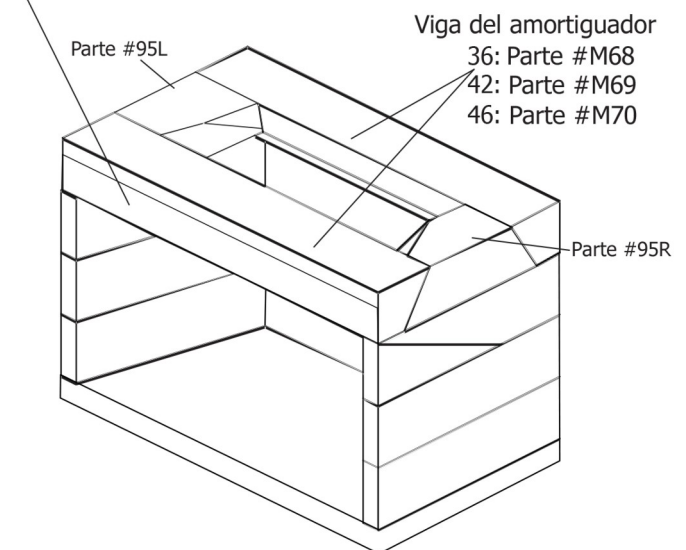

FIGURA 23
Los dos (2) dinteles serán iguales al ancho del modelo de hogar. El dintel, ubicado correctamente, deberá quedar a ras de la pared posterior del hogar; el otro dintel quedará a ras de la parte delantera, abarcando la abertura del mismo. Ambos dinteles se sitúan sobre su estrecha base de manera que su cara biselada apunte hacia abajo y hacia el interior del hogar (Figura 23).
7. Con las vigas del amortiguador ensambladas y pegadas con Earthcore, ubique el amortiguador de garganta de hierro fundido (si lo usa) arriba de la viga y sobre la abertura de la salida de humos. La placa del amortiguador debe estar orientada hacia la parte trasera del hogar (Figura 23). El reborde de los cuatro lados del amortiguador de hierro fundido debe sostenerse en la superficie superior de la viga.